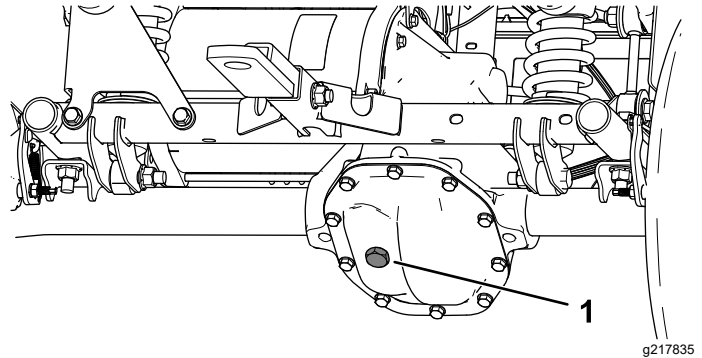

Bild 52
4. Entfernen Sie die Füllschraube am Getriebe (**Bild 52**).
5. Wenn der Ölstand niedrig ist, nehmen Sie die Füllschraube ab und füllen Sie die angegebene Ölsorte ein, bis das Öl aus dem Loch ausläuft (**Bild 52**).
4. Entfernen Sie die Füllschraube am Getriebe und füllen Sie das Getriebe mit Öl der angegebenen Sorte, bis es aus dem Füllloch ausläuft (Bild 52).